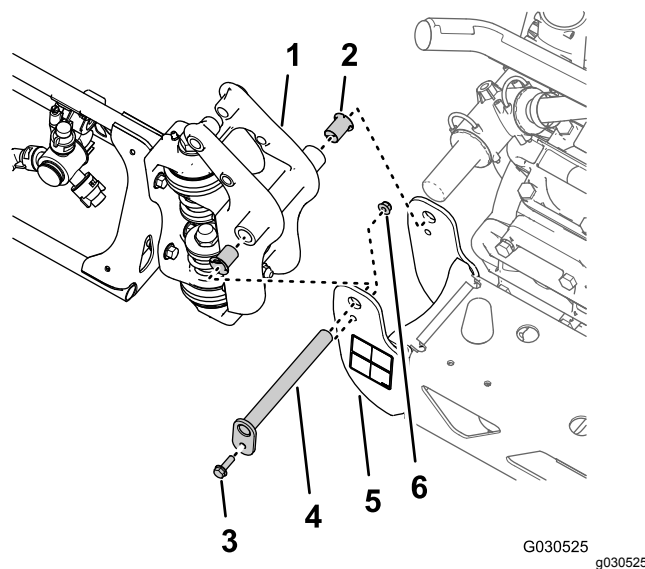

図 42
1. ピボットピンをピボットブラケットに固定しているフランジボルト5/16 x 1" とフランジロックナット5/16"を取り外す 図 42。
2. センターブーム用のピボットブラケット、および、左右ブーム用のピボットフィッティングからピボットピンを抜き取る 図 42。
3. センターブームから外側左または右ブームを切り離し、外側ブームを機体から外す 図 42。
4. 外側ブームのピボットフィッティングからナイロン製フランジブッシュ2個を外す 図 42。